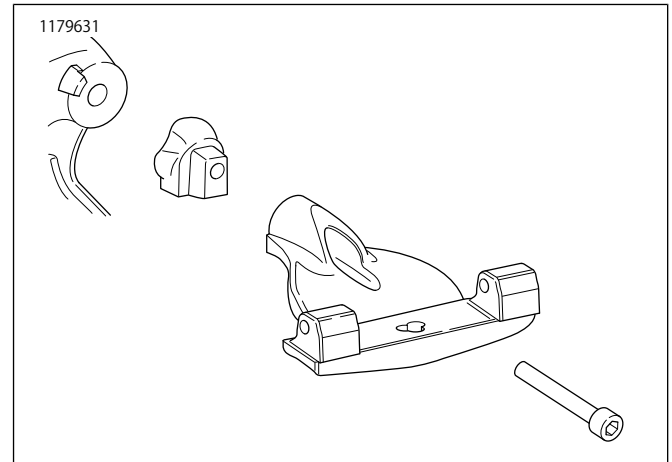
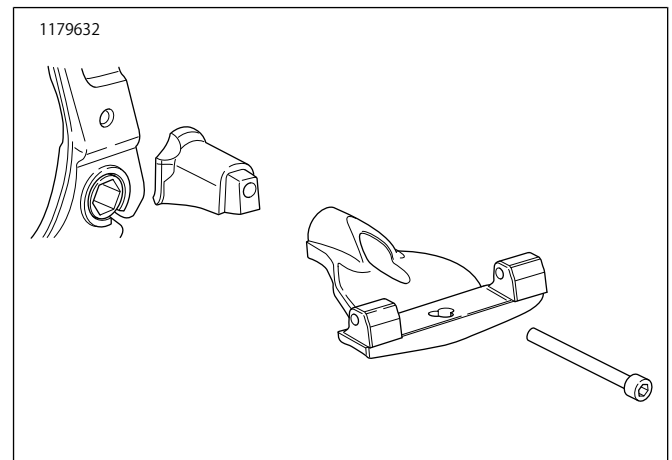

図1。右側取り付け: FXBR/S、FXBB、FLFB/S、FLSL、FXLR
図2。右側取り付け: FLSB、FLHC、FLDE
2. FXBR/S、FXBB、FLFB/S、FLSLおよびFXLRモデルの場合、「図1」を参照してください。FLSB、FLHCおよびFLDEモデルの場合、「図2」を参照してください。フットボードマウントを位置決めします。ソケットヘッドキャップスクリューにロックタイト243スレッドロッカーを塗布して、フロアボードアッセンブリーと適切なアダプターを通して、マウント穴に挿入します。